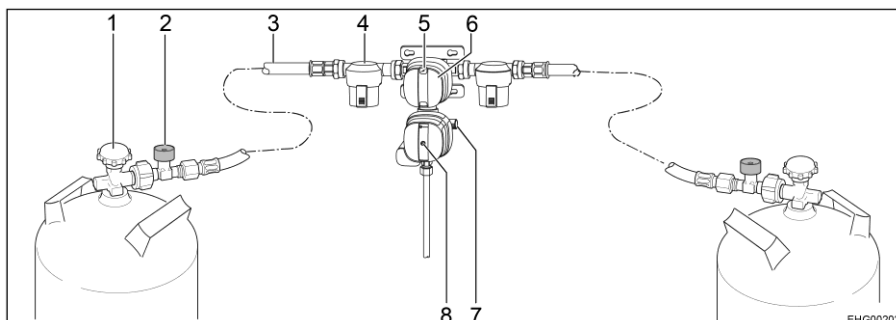

Bild 121 Säkerhetsgastryck-styrsystem DuoControl CS
DuoControl-styrsystemet består av en omkopplingsventil och en crashsensor. DuoControl-styrsystemet är monterat mellan högtrycksslangarna (Bild 121,3) med slangbrottssäkring (Bild 121,2). Med vredet (Bild 121,6) på omkopplingsventilen ställer du in vilken gasflaska som ska användas som driftflaska och vilken som ska användas som reservflaska.
I fönstret (Bild 121,5) visas gasförsörjningens status:
Crashsensorn stänger av gastillförseln vid kraftig vibration (t. ex. vid en krock). Den gula återställningsknappens (Bild 121,8) läge indikerar crashsensorns driftstatus:
- När den gula återställningsknappen (Bild 121,8) är intryckt är crashsensorn driftklar.
- När den gula återställningsknappen (Bild 121,8) sticker ut är crashsensorn **inte** driftklar. Idrifttagning, se nedan.
Slangbrottssäkringen (Bild 121,2) stänger av gasflödet om den anslutna slangen går sönder. Slangbrottssäkringen måste aktiveras genom att trycka på den gröna knappen.
- Med vredet (Bild 121,6) på omkopplingsventilen väljs gasflaskan, som ska prioriteras (driftflaska). Vrid alltid vredet till stoppläget.
- Öppna huvudavstängningsventilerna (Bild 121,1) på gasflaskorna.
- Tryck in slangbrottssäkringens gröna knapp (Bild 121,2) i cirka 5 sekunder. I fönstret (Bild 121,5) visas den gröna markeringen.
- Om crashsensorn har utlöst (den gula återställningsknappen (Bild 121,8) sticker ut):
Tryck in den gula återställningsknappen (Bild 121,8) hårt, vrid lätt medurs och håll den intryckt i 5 sekunder. Säkerställ att återställningsknappen stannar klar i det intryckta läget ("driftklar").
- Stäng huvudavstängningsventilerna (Bild 121,1) på gasflaskorna.
Om den gröna kontrollampan (Bild 122,6) slocknar under drift och den röda kontrollampan (Bild 122,5) tänds är driftflaskan tom och måste bytas ut. I fönstret (Bild 121,5) för gasflaskan visas den röda markeringen. Gasförbrukarna försörjs med gas från reservflaskan.
- Vrid vredet (Bild 121,6) till stoppläget i riktning mot den aktuella gasflaskan. Då blir denna gasflaska driftflaska och den tomma flaskan blir reservflaska. Markeringen i fönstret (Bild 121,5) växlar från rött till grönt.
- Stäng huvudavstängningsventilen (Bild 121,1) på den tomma gasflaskan. Beakta pilriktningen.
- Tryck på den gröna knappen på slangbrottssäkringen (Bild 121,2).